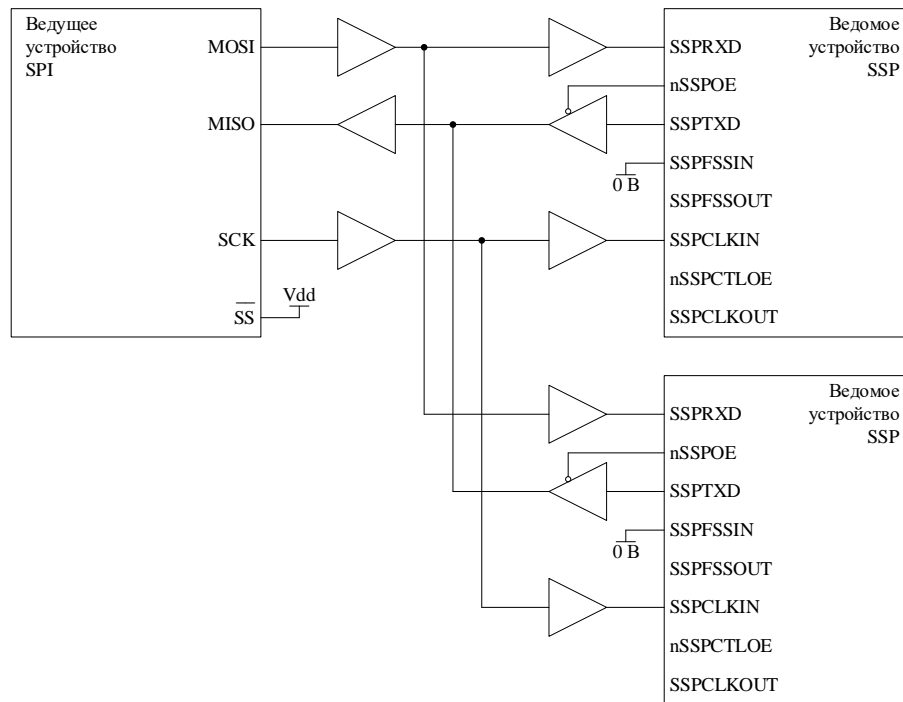

Рисунок 81 – Ведущее устройство, поддерживающее протокол SPI подключено к двум ведомым модулям SSP
Рисунок 81 показывает ведущее устройство, поддерживающее протокол SPI фирмы Motorola, соединенное с двумя модулями SSP, сконфигурированными для работы в ведомом режиме. Линия Slave Select (SS) ведущего устройства в этом случае установлена в высокий логический уровень. Ведущее устройство осуществляет передачу данных по линии MOSI циркулярно в адрес двух ведомых модулей.